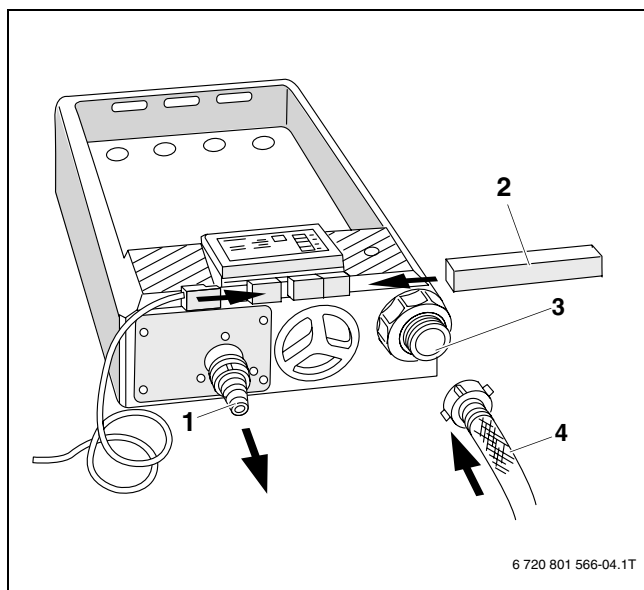
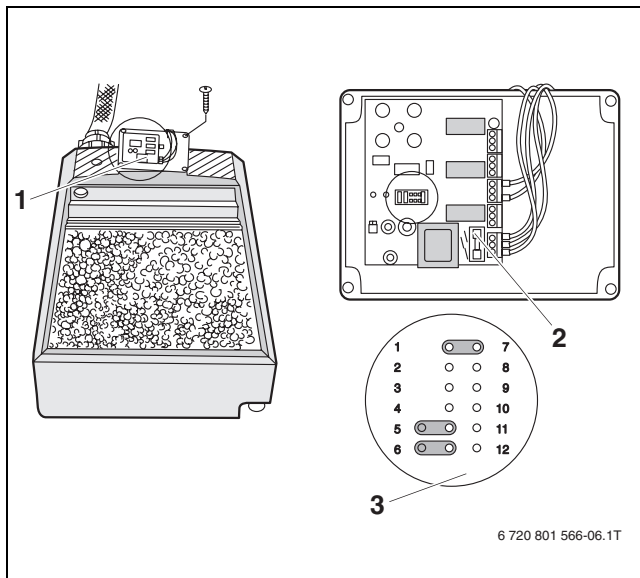

Fig. 4 Raccorder le tuyau d'alimentation EKO ou le tuyau d'écoulement AKO
Fig. 6 Réglages du jumper
► Raccorder le tuyau d'alimentation (→ fig. 4, [4]) au dispositif de neutralisation EKO (→ fig. 4, [3]).
- Fixer le tuyau d'alimentation (accessoire) au dispositif de neutralisation AKO (→ fig. 4, [1]) avec un collier de serrage et le poser vers l'écoulement.
- Glisser le rail de couverture (→ fig. 4, [2]) sur la fiche et visser au milieu à l'aide d'une vis à tôle.
- ▶ Dévisser les 4 vis de l'appareil de régulation (→ fig. 4, [1]), retirer l'appareil de régulation et le retourner de 180° (→ fig. 6).
- ▶ Vérifier le fusible dans l'appareil de régulation (→ fig. 6, page 8).
- ▶ Dévisser les 4 vis de l'appareil de régulation, retirer l'appareil de régulation et le retourner de 180° (→ fig. 6, page 8).
- ▶ Remplacer le fusible joint à la livraison et remonter l'appareil de régulation (→ fig. 6, page 8).